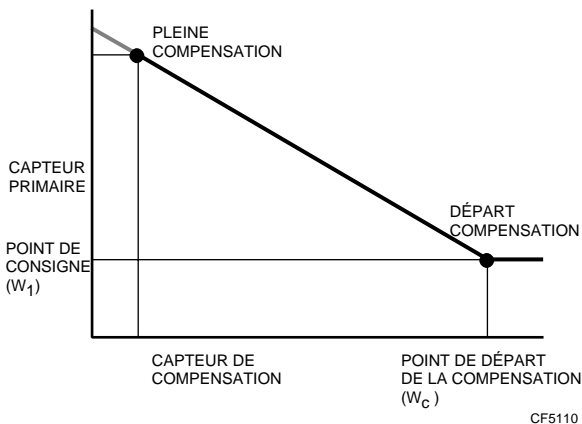

Fig. 9. Tableau de compensation pour l'étalonnage de la compensation négative.
5. Ajuster le bouton de réglage du point de départ de la compensation jusqu'à ce que le manomètre récepteur (orifice 5) indique une pression équivalente au point de départ de la compensation (W_c), (Fig. 9 ou 10).
9. Appliquer une pression équivalente à la valeur du capteur primaire qui correspond au point de départ de la compensation (*comp start*) figurant dans le tableau de compensation (Fig. 9 ou 10).